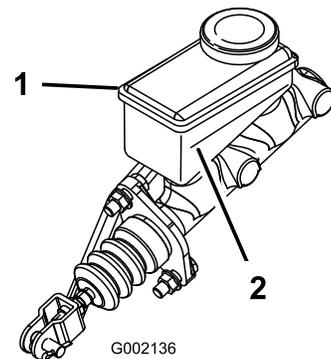

**図 15**
- ダッシュボード中央部にあるゴム製のプラグ栓を外してブレーキのマスターシリンダおよびブレーキ液のタンクにアクセスできるようにする 図 15。
- ウェスでタンクのキャップの周囲をきれいに拭いてキャップを外す 図 15。
- タンクにキャップを取り付ける 図 15。